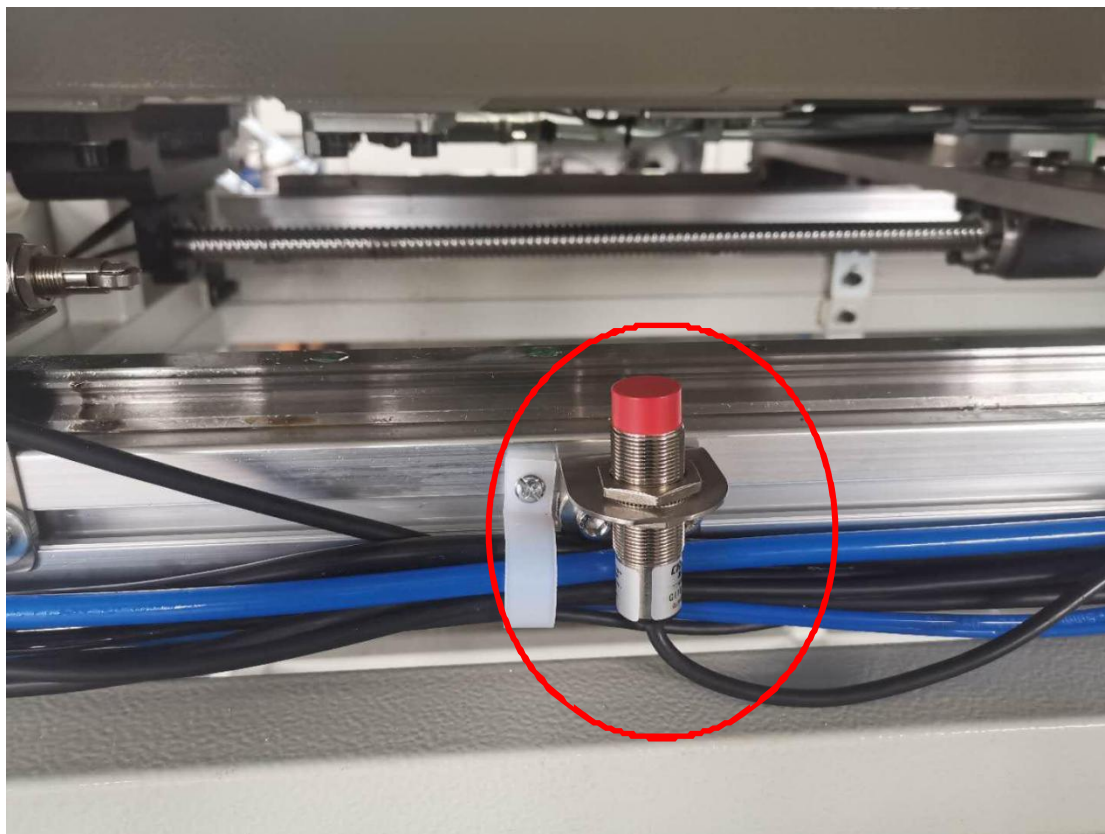

图 21
2. 检测Y 感应器是否正常（如图 21）：检测方法和上述一样。